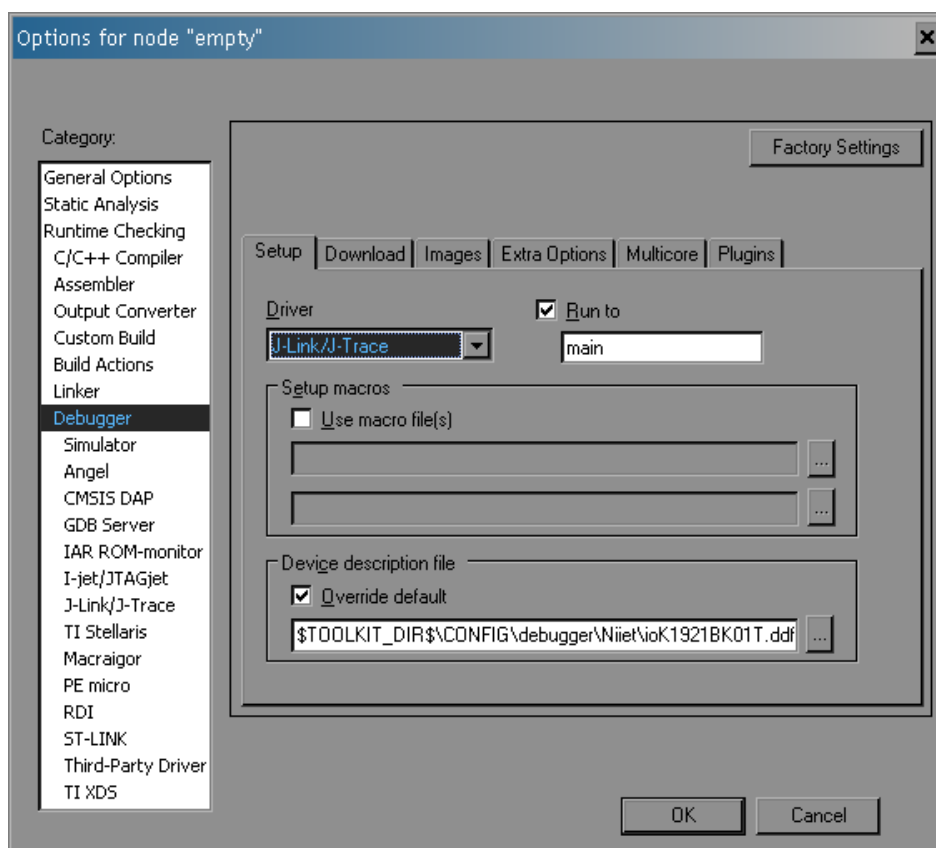

Рисунок 3.4 – Окно настроек проекта. Настройки Debugger
6. Выберите используемый отладчик. Во вкладке Debugger->Setup установите в окне Driver используемый отладчик, например J-Link/J-Trace (рисунок 3.4).